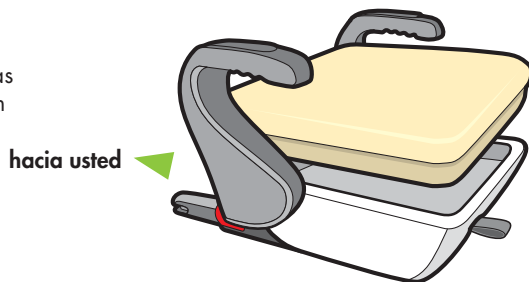

Figura 30
1. Coloque la base del armazón en su posición normal y con los conectores LATCH apuntando hacia usted, tal como se ilustra en la **figura 30**.